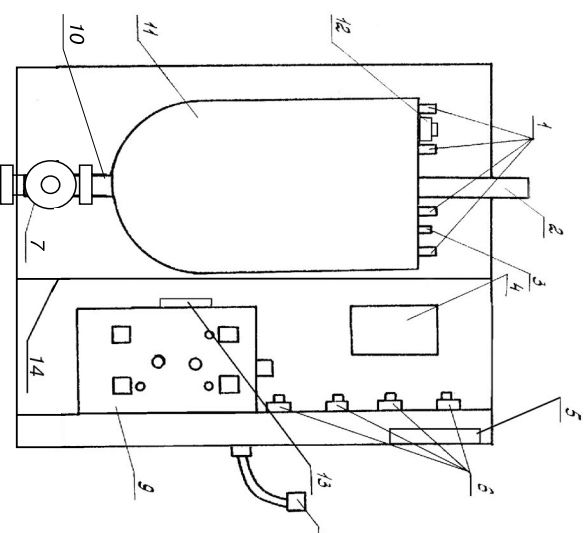

Рис. 1
5.1. Электрокотел состоит из пяти частей: теплообменника (бака), блока управления, коммуникационных элементов, циркуляционного насоса, пускателя магнитного (рис.1).